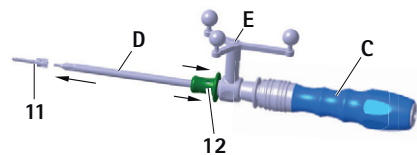

Afb. 8 Montage van het referentiesterapparaat ("kalibratie met ICM 4") en de S⁴C handgreep (FW067R of FW165R) op de S⁴C schroevendraaier
- Laat de vergrendelingshuls los 8, zie Afb. 8.